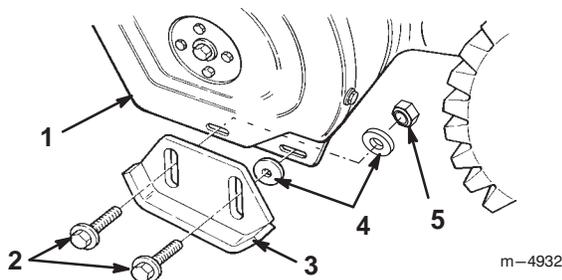

Bild 18
3. Entfernen Sie die beiden Bundmutter und Flachscheiben, mit denen die Enden der Schürfleiste an den Seitenplatten befestigt sind (Bild 18).
5. Bringen Sie eine Scheibe zwischen jeder Kufe und der Seitenplatte an (Bild 18). Ziehen Sie die Schrauben nicht fest.
7. Bringen Sie eine Scheibe und eine Sicherungsmutter hinter der Seitenplatte (an der Innenseite) an (Bild 18). Ziehen Sie die Schrauben nicht fest.